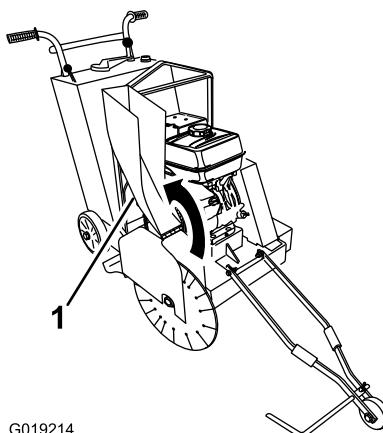

Figura 15
6. Abra la sección delantera del protector del disco (Figura 15).